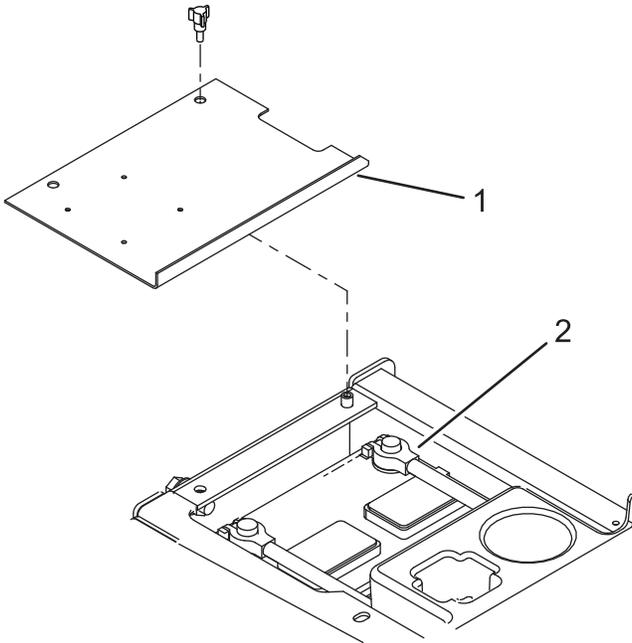

Bild 1
1. Nehmen Sie die Abdeckung vom Batteriefach ab (Bild 1).
2. Klemmen Sie das Minuskabel (-) von der Batterie ab (Bild 1).